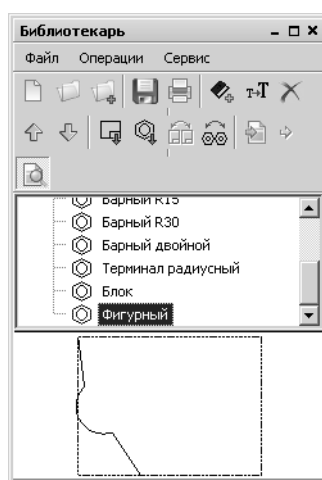

Рис. 19.8.
14. Чтобы завершить добавление фрагмента, нажмите кнопку **ОК**. Наименование законцовки появится в списке библиотеки (рис. 19.8).